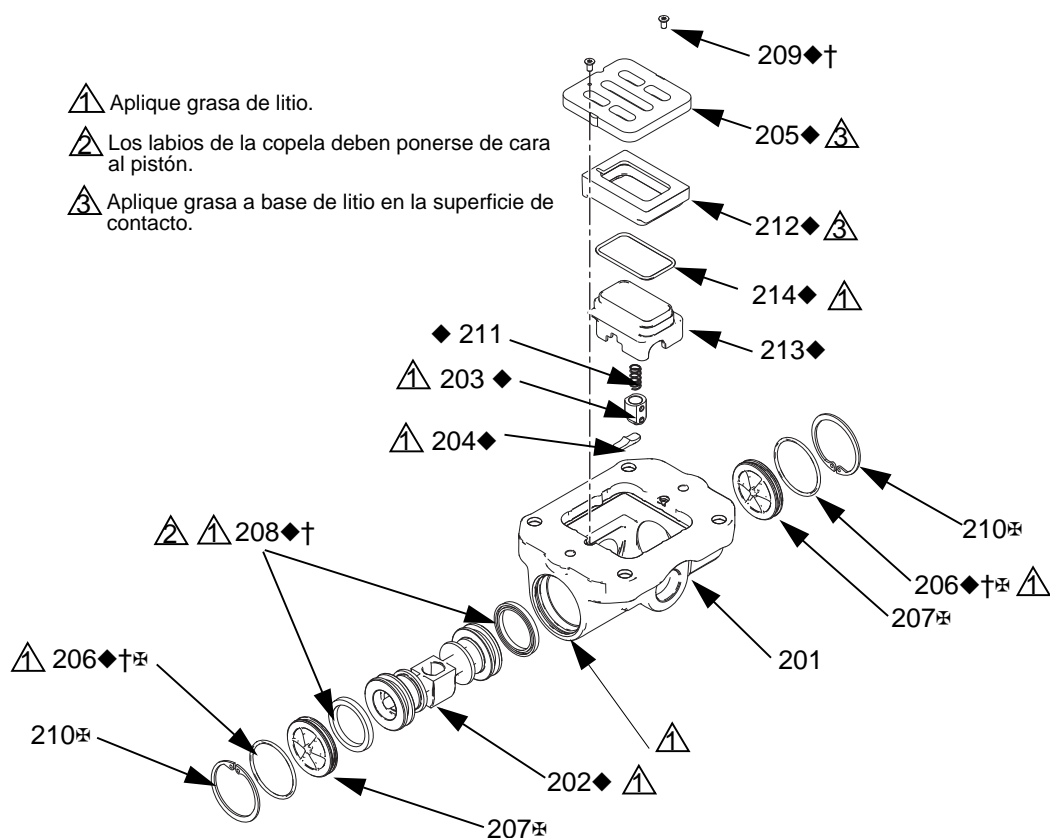

FIG. 2. Conjunto de válvula de aire
2. Consulte FIG. 2. Use un destornillador Torx (T8 para centros de aluminio, T10 para centros de plástico) para quitar dos tornillos (209). Retire la placa de la válvula (205), el conjunto del vaso (212-214), el resorte (211) y el conjunto de bloqueador (203).
3. Retire la copa (213) de la base (212). Retire la junta tórica (214) de la copa.
4. Consulte FIG. 2. Retire el anillo de retención (210) de los dos extremos de la válvula de aire. Use el pistón (202) para sacar la tapa de extremo (207) de un extremo. Retire el sello de la copa en U (208). Retire el pistón del extremo y retire la otra copa en U (208). Retire la otra tapa de extremo (207) y las juntas tóricas de la tapa de extremo (206).
5. Retire la leva del bloqueador (204) de la carcasa de la válvula de aire (201).